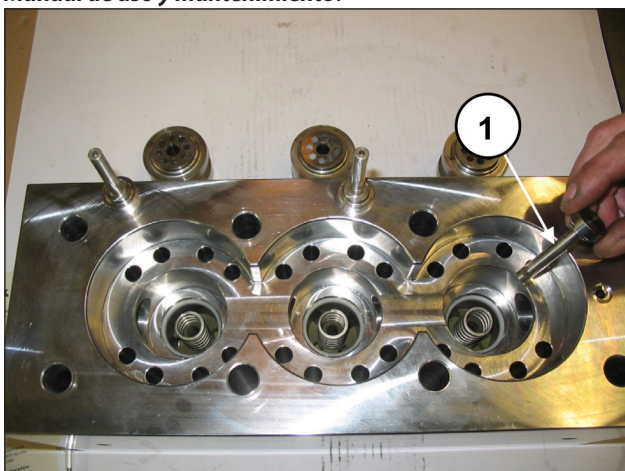
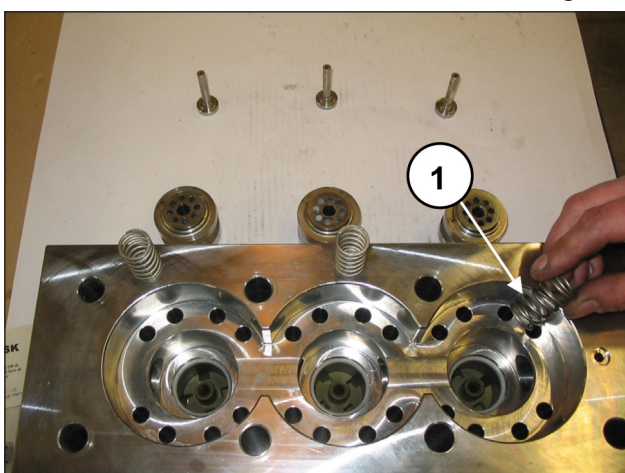
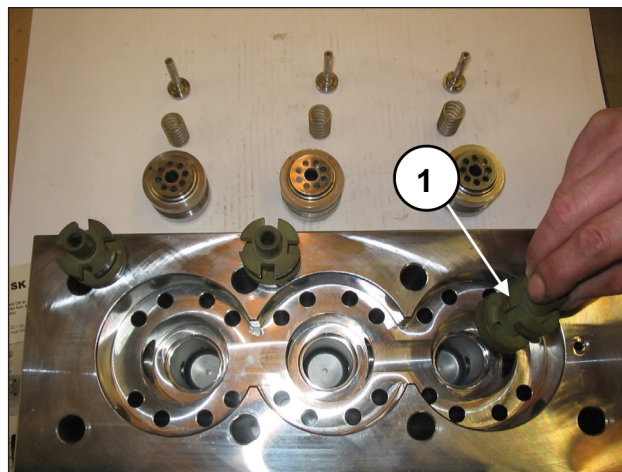

Fig. 117
Fig. 118
Fig. 119
Extraer los platillos de envío (pos. ①, Fig. 117), y sus guías (pos. ①, Fig. 119), con los muelles (pos. ①, Fig. 118). Controlar el desgaste y, si es necesario, sustituirlos respetando, en cualquier caso, los intervalos indicados en el capítulo 11 del *Manual de uso y mantenimiento*.